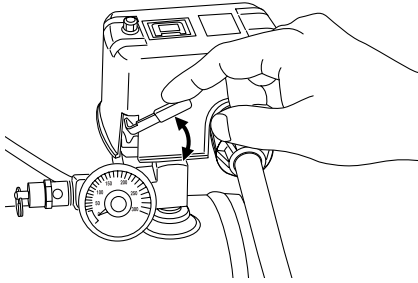
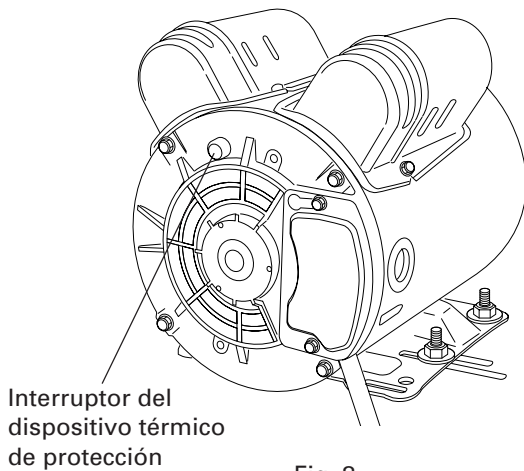

Fig. 3
Fig. 8
- (2) Elimine la humedad de la cámara de aire del compresor de aire. Para purgar la cámara de aire, abra la válvula de purga poco a poco e incline el compresor para vaciar el agua acumulada. Cíerrela con fuerza cuando haya acabado la purga.
- (3) Asegúrese de que el interruptor del motor y de presión está en la posición "OFF" (Fig. 3). Si el enchufe está conectado a un tomacorriente mientras el botón está en la posición "AUTO", el compresor empezará a funcionar en seguida y podría causar lesiones graves.
- (1) Presione la perilla del interruptor de presión para ponerla en "OFF" y desenchufe la clavija del tomacorriente (Fig. 3).
- (2) Si el cable de extensión no cumple con las especificaciones indicadas en la página 33 y 34, cámbiela por la indicada en esta página 33 y 34. Si la capacidad de la fuente de alimentación es insuficiente, aumentela para eliminar la causa de la circulación de corriente excesiva (sobrecorriente).
- (3) Espere aproximadamente 5 minutos, y luego presione el interruptor de reposición del protector térmico (Fig. 8).
- (4) Efectúe el arranque. Si el motor sigue parándose durante la operación, póngase en contacto con el servicio técnico.